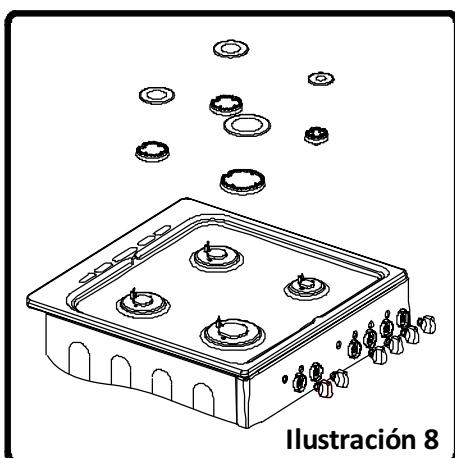

Ilustración 8
- Saque el quemador superior y la tapa del quemador (Ilustración 8).